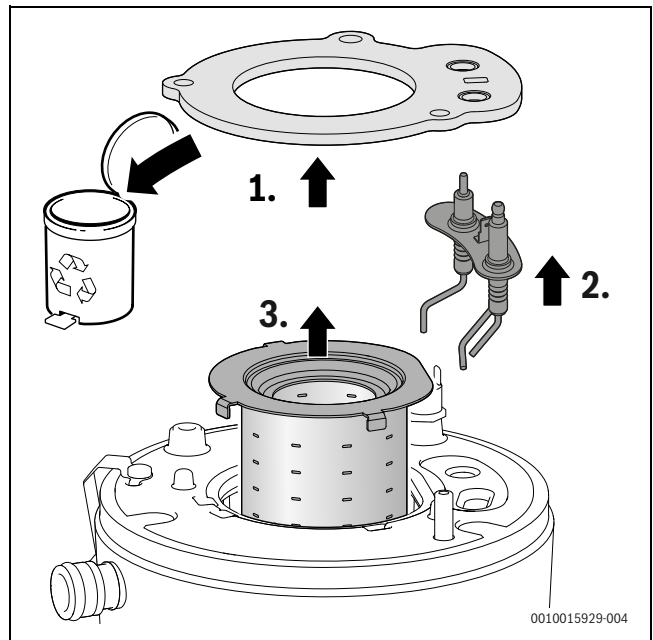

Bild 24 Brenner herausnehmen
- Dichtung abnehmen und entsorgen (→ Bild 24, [1]).
- Elektroden-Set abnehmen (→ Bild 24, [2]).
- Brenner herausnehmen (→ Bild 24, [3]).